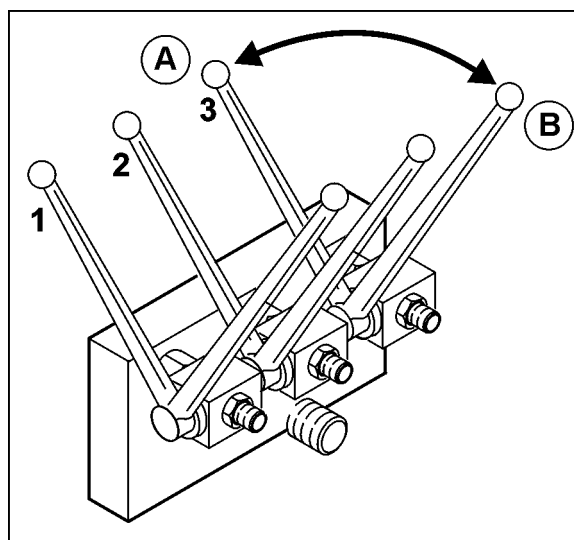

Рис. 43
1. Рычаг управления **Limitier M** (Рис. 43/3) держите закрытым.
2. Откройте оба рычага управления запорными заслонками (Рис. 43/1,2).
1. Оба рычага управления запорными заслонками (Рис. 43/1,2) держите закрытыми.
2. Откройте рычаг управления (Рис. 43/3) для **Limiter M**.
4. Закройте рычаг управления (Рис. 43/3) **Limiter M**.
5. Откройте оба рычага управления запорными заслонками (Рис. 43/1,2).
8. Закройте оба рычага управления запорными заслонками (Рис. 43/1,2).
9. Откройте рычаг управления (Рис. 43/3) для **Limiter M**.
2. Закройте рычаг управления **Limiter M** (Рис. 43/3).